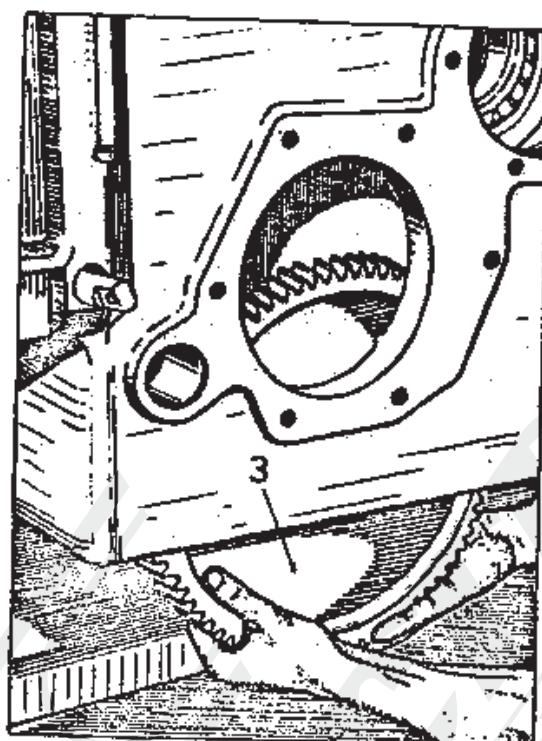

Рис. 2-29. Вложения зубчатого колеса
7. Вложить в корпус коробки скоростей зубчатое колесо 2 с подшипниками /рис. 2-29/.
10. Посадить пружинное установочное кольцо 110w в крайний канал зубчатого колеса 16 /рис. 2-29/.